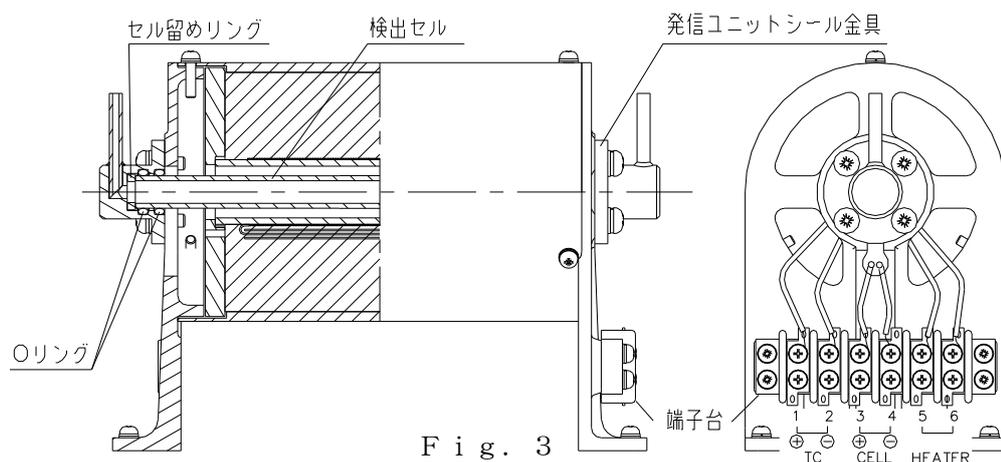

Fig. 3
- (8) 検出セル両サイドの突出部が、ほぼ均等となる位置に合わせ、検出セル外周面の両端から 10mm 範囲にフッ素グリース（耐熱温度 260℃以上）を薄く塗布します。（指定範囲外に付着したフッ素グリースは綺麗に拭き取ります。）
- (9) 発信ユニットシール金具にセル留めリング（片側 1 個）および Oリング（片側 2 個）取り付けます。端子台の反対側の面から発信ユニットシール金具を検出セルに挿入し、発信ユニットのビス穴の位置を合わせた後、ビス留めします。この時、端子台の側の検出セル端面を手で軽く押さえておきます。
- (10) 次に端子台の側も同様に発信ユニットシール金具を検出セルに挿入し、ビス留めします。
- (11) セルリード線 ⊕（赤）, ⊖（白）を端子台 3・4 に接続します。 Fig. 3 参照